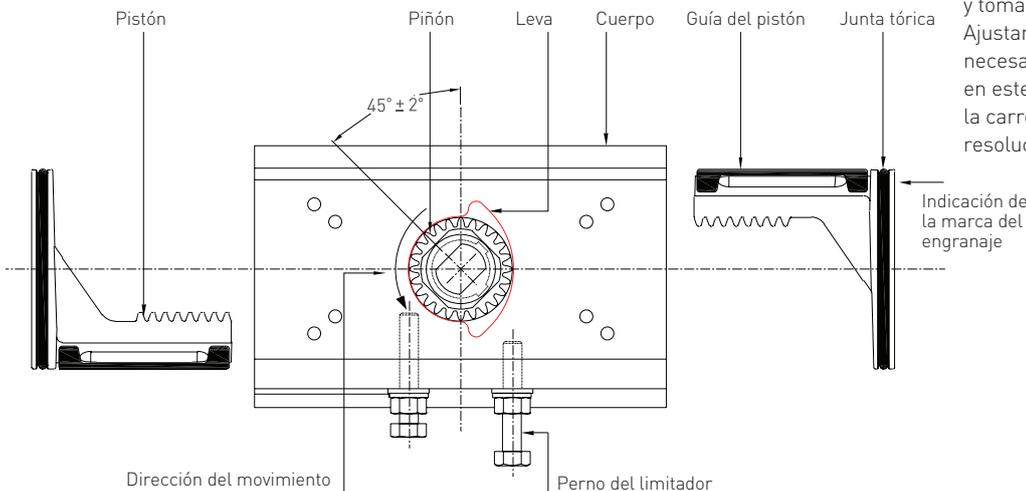

FIGURA 5 (vista superior)
2. Orientar el eje de salida a 45° como en la figura 5.
3. Insertar los pistones completamente con las almohadillas de respaldo (9) con las patas del pistón a la derecha del orificio cuando se contempla desde el extremo de la junta tórica del pistón (figura 5), hasta que las cremalleras engranen con el piñón, y luego empujar suavemente hacia el interior. El actuador queda ahora en la posición completamente abierta, y la indicación del eje debería estar en 95 grados.
5. Insertar el perno del limitador mecánico izquierdo (abrir) (21) junto con la junta tórica (19), las arandelas (14) y la tuerca de seguridad (23) hasta que el perno contacte con la leva del limitador mecánico. Apretar la tuerca de seguridad.
7. Insertar el perno del limitador mecánico izquierdo (cerrado) (21) junto con la junta tórica (19), la arandela (14) y la tuerca de